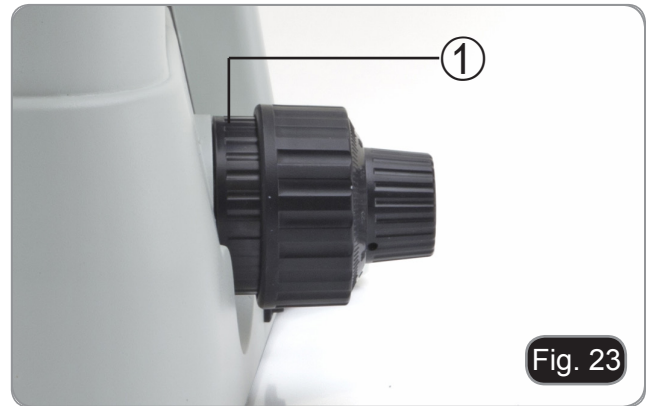

Fig. 23
1. Pour modifier la tension en fonction de vos préférences personnelles, tournez la lunette ①. (Fig. 23)